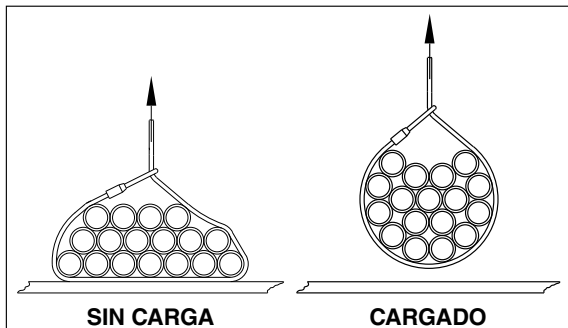

Figura 2
2. Antes de instalar la grapa para atados, aplique una carga inicial izando el paquete y quitando el soporte para producir un enlace ajustado. Repita la operación todas las veces que sea necesario hasta que el paquete esté en la posición más compacta posible (ver Figura 2, Cargado).
5. Al desconectar, la carga debe estar separada del soporte esTabla (ver Figura 2, Cargado). Quite la grapa del atado. Aléjese de la carga mientras se la baje y se la quite de la eslinga.